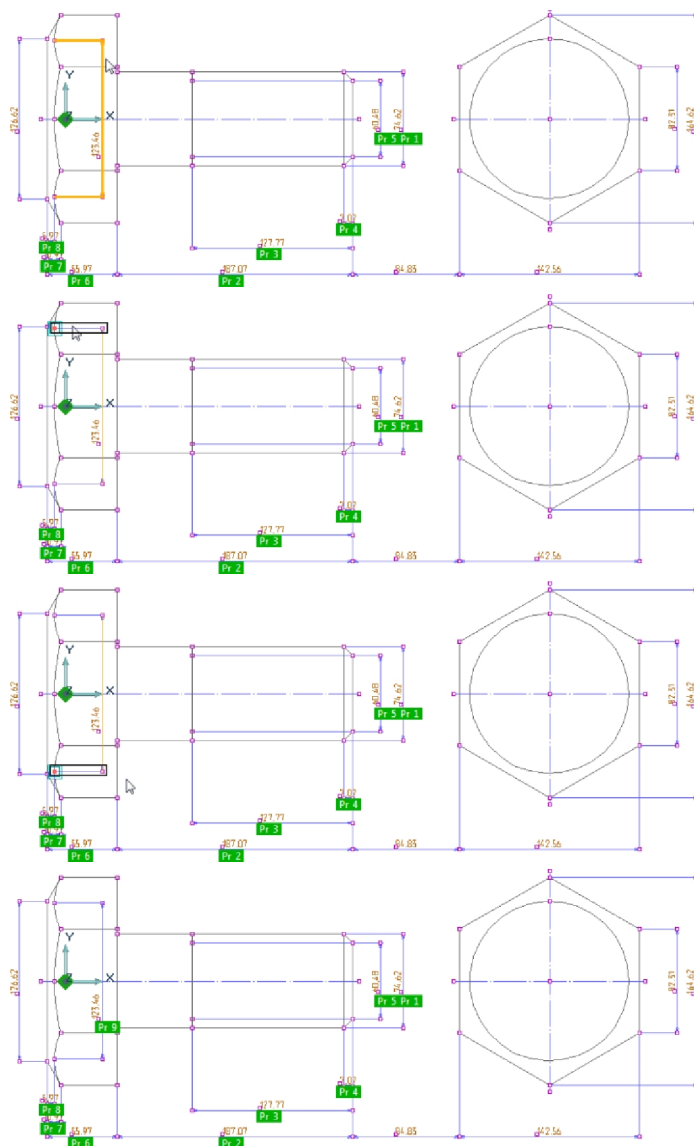

Рис. 16. Создание ПРМ 9
- Девятым будет меняться размер, определяющий положение средних точек дуг на головке болта в поперечном направлении. Схема назначения узлов показана на Рис. 16.